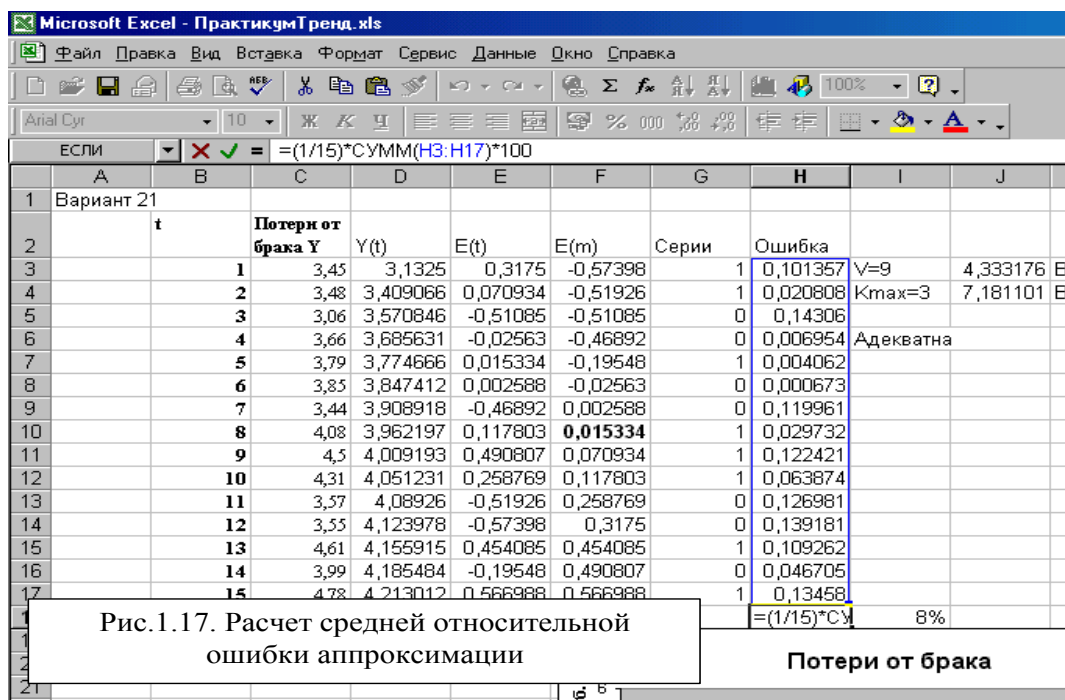

Рис.1.17. Расчет средней относительной ошибки аппроксимации
4.2. Для расчета организуем ряд «Ошибка» и введем модуль отношения. Затем рассчитаем сумму и округлим результат – 8% ошибки для логарифмической трендовой модели (Рис.1.17.).